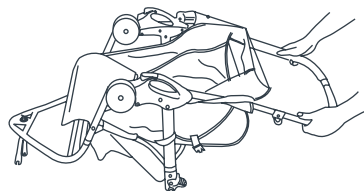

Fig. 1
- 1) • Inclinare il passeggino all'indietro in modo che appoggi sul maniglione e sul telaio dell'asse posteriore e le forcelle delle ruote anteriori siano rivolte verso l'alto (Fig. 1).